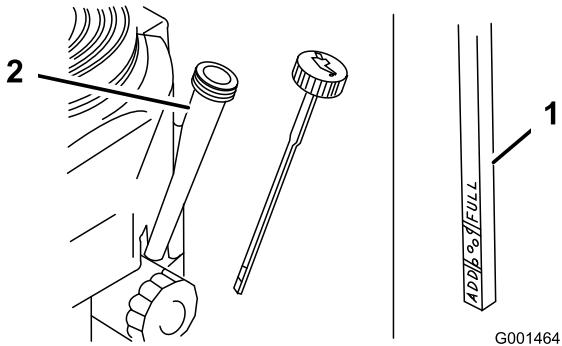

Figure 16
3. Nettoyez la surface autour de la jauge d'huile (Figure 16).
4. Retirez la jauge d'huile et essuyez soigneusement l'extrémité (Figure 16).
5. Insérez la jauge au fond du tube, sans la visser dans le goulot de remplissage (Figure 16).
6. Sortez de nouveau la jauge et examinez l'extrémité. Le niveau d'huile doit se situer entre les repères minimum et maximum (Figure 16).